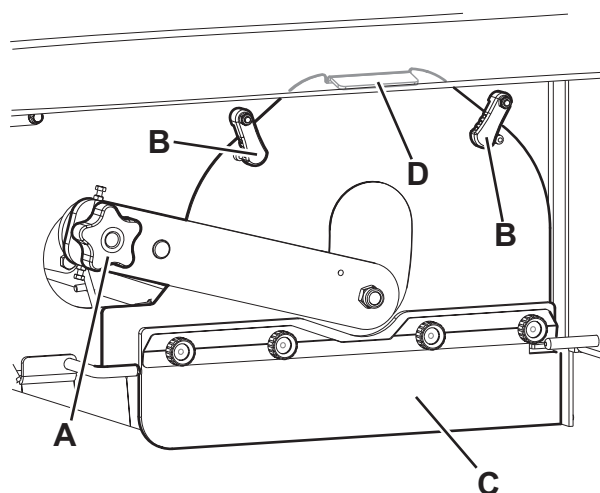
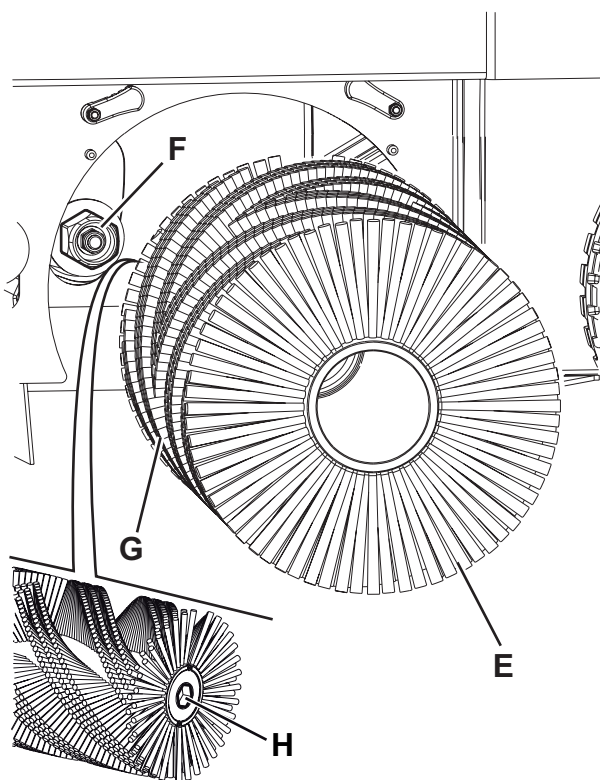

Рис. 8
Рис. 9
2. Поверните ключ зажигания (61) в положение «0» и выньте его.
3. Снимите левую дверь (13), открутив крепежные элементы.
4. Отвинтите и снимите ручку (А, Рис. 8).
6. Снимите задвижку отсека основной щетки (С) вытащив его с крепежа (D).
7. Снимите основную щетку (Е, Рис. 9).
8. Убедитесь, что на приводной ступице (F) нет грязи или случайно намотавшихся посторонних предметов (веревки, ткани и т.д.).
9. При установке новой основной щетки ее щетина должна быть расположена так, как указано на рисунке (G).
10. Установите новую основную щетку и убедитесь, что шестигранное отверстие (H) правильно село на соответствующую приводную ступицу (F).
11. Установите задвижку отсека основной щетки (С, Рис. 8) повернув рычаги (В) и закрутив обратно ручку (А).
12. Закройте левую дверь (13), прикрутив крепежные элементы.